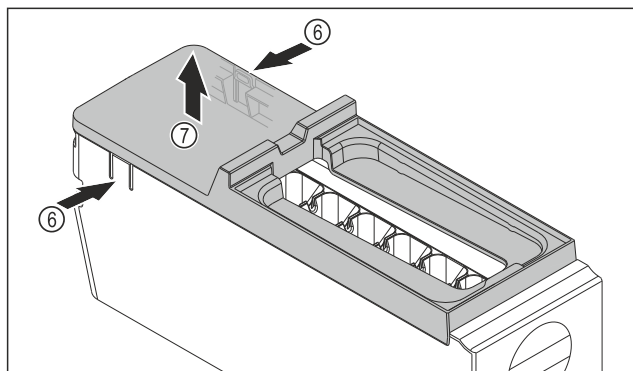

Fig. 125
- ▶ 取出 EasyTwist-Ice 机身的盖板：用一只手按压 EasyTwist-Ice 机身两侧的接片 Fig. 125 (6)。
- ▶ 用另一只手朝上取出盖板 Fig. 125 (7)。